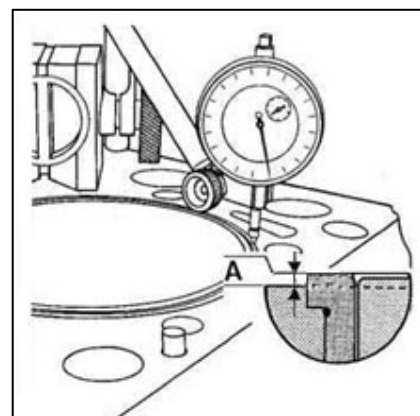

Рис. 3.2 – Проверка выступа гильз
3. Проверить выступание гильзы над плоскостью блока (рис. 3.2). Обеспечить посадкой гильзы размер "А" (см. Приложение В);